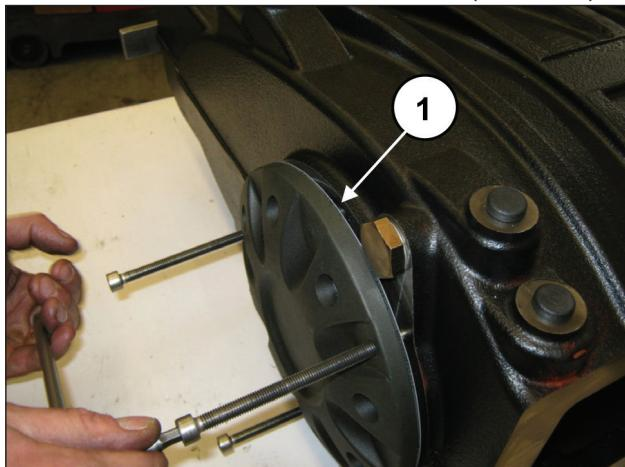

图 29
逐渐拧紧3个M8螺栓(①,图29),以防止盖子倾斜过多并在底座上卡住。